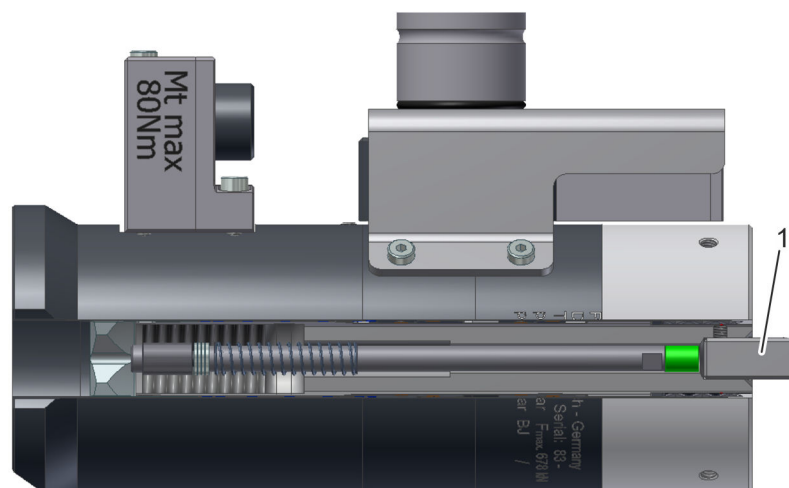

Fig. 17: quadro
5. ➔ Infilare il quadro (Fig. 17/1).